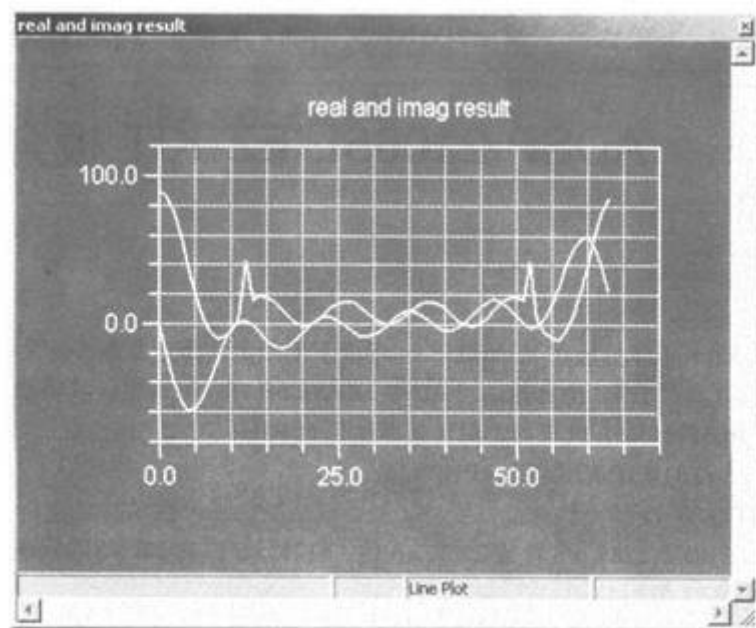

图 5-56 DFT 运算后的输出信号
10)利用绘图(Plot)来观察 DFT 运算后的输出信号, 如图 5-56 所示, 使用 Plot 功能可以将 DFT 运算结果的实部和虚部同时在一个图形上显示。